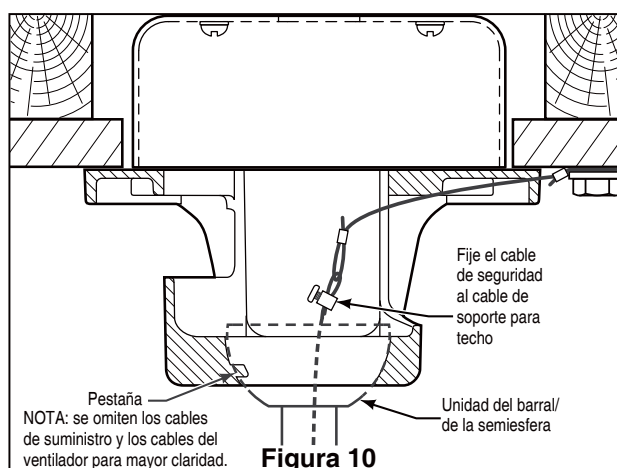

Figura 10
4. Levante cuidadosamente el ventilador y coloque el ensamble de la bola para colgar/varilla en la abrazadera para colgar que acaba de fijar a la caja de salida. Asegúrese de que la ranura de la bola esté alineada con la lengüeta de la abrazadera para colgar. (Figura. 10)
5. Fije el cable de seguridad al cable de soporte para techo. Deslice la abrazadera de cables por el cable de seguridad (del ventilador). Pase el extremo del cable a través del aro que forma el cable de soporte para techo. Tire lo más posible del cable a través del aro. Inserte el extremo del cable en el orificio de la abrazadera y ajuste firmemente el tornillo (Figura 10).